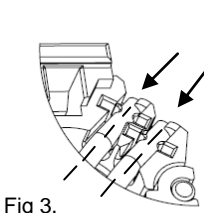

Fig 3.
5. Observing pair polarity and T568A or T568B wiring pattern, seat the four pairs into the wire manager. **Note: Pairs must be completely and securely seated into wire manager wire channels.** (See Fig. 3).
5. En observant la polarité des fils et le mode de câblage T568A ou T568B, insérer complètement et solidement les paires dans les goulottes du gestionnaire (figure 3).
5. Observe la polaridad del patrón de cableado T568 o T568B, coloque los cuatro pares en el guiador de cable. **Nota:** Los pares deben estar completamente asentados y asegurados en los canales del guiador de cable (Ver Fig. 3).